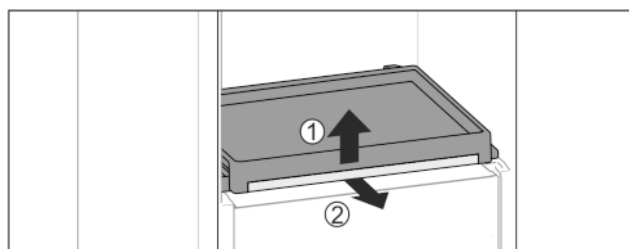

Fig. 37
- ▶ Выньте выдвижную панель со стеклянной панелью: Слегка приподнимите спереди стеклянную полку Fig. 37 (1) и потяните вперед Fig. 37 (2).